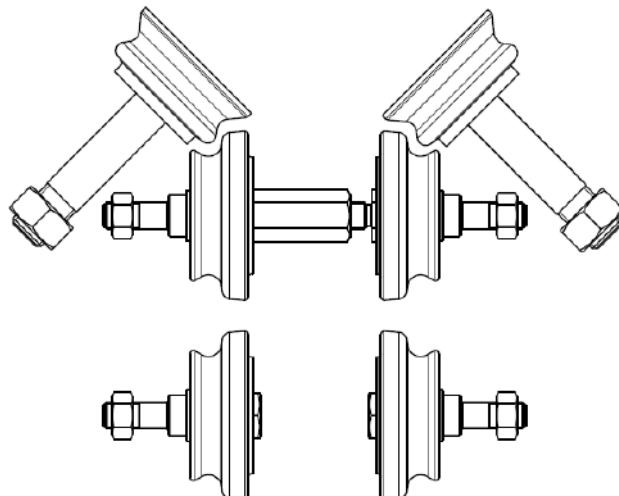

Рисунок 5 - Комплект правильных роликов для колёс автомобилей «Ока»
**ВНИМАНИЕ!** Для правки колёс автомобилей «Ока» необходим комплект правильных роликов (рисунок 5), **поставляемый по дополнительному заказу.**